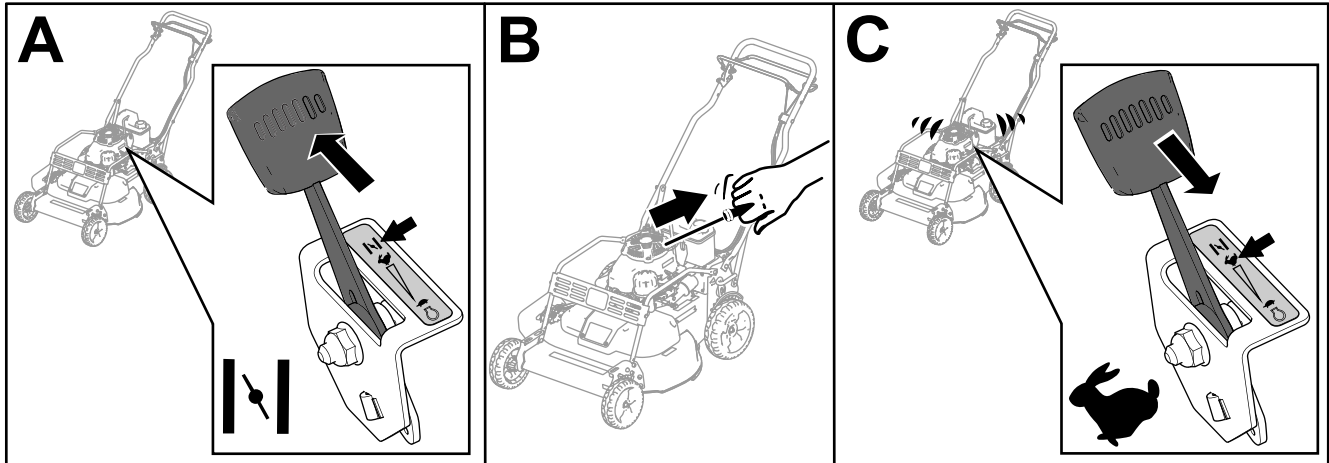

Figura 15
3. Mueva el control del acelerador a la posición de ESTÁRTER (Figura 15, A).
4. Tire suavemente del arrancador hasta que note resistencia, luego tire con fuerza (Figura 15, B).
- Mueva la palanca de control del acelerador a la posición de RÁPIDO cuando arranque el motor (Figura 15, C).